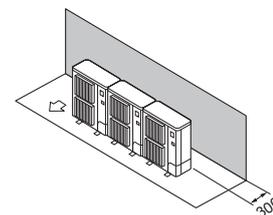

Fig. 2-9
- ① Кедегілер тек артқы жағында (Fig. 2-9)